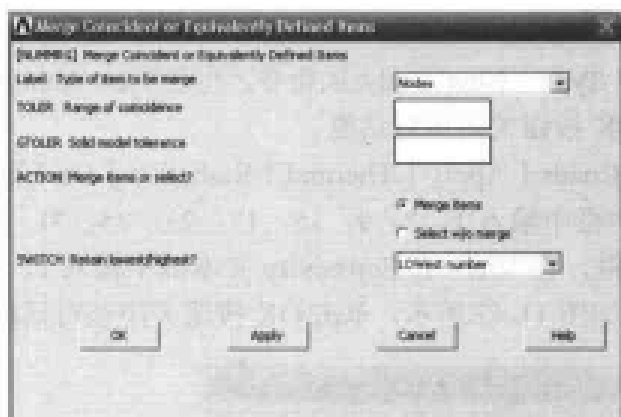

图 11-39 合并同位置节点对话框
(16) 选择 Main Menu | Numbering Ctrl | Merge Items 命令, 出现 Merge Coincident or Equivalently Defined Items 对话框, 在 Label Type of item to be merge 下拉列表框中选择 Nodes 选项, 其余选项均采用默认设置, 如图 11-39 所示, 单击 Apply 按钮, 在 Label Type of item to be merge 下拉列表框中选择 Keypoints 选项, 单击 OK 按钮关闭该对话框。